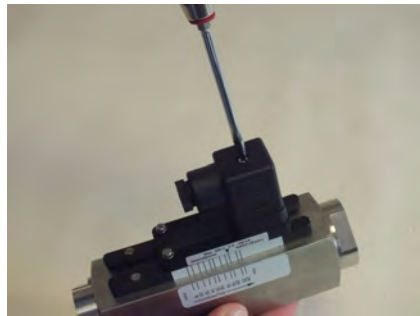

Abb. 21: Steckerdose lösen
1. Lösen Sie die Befestigungsschraube (Abb. 21) von der Steckerdose
9. → Stecken Sie die Steckerdose auf den Gerätestecker. Ziehen Sie die Befestigungsschraube (Abb. 21/1) an